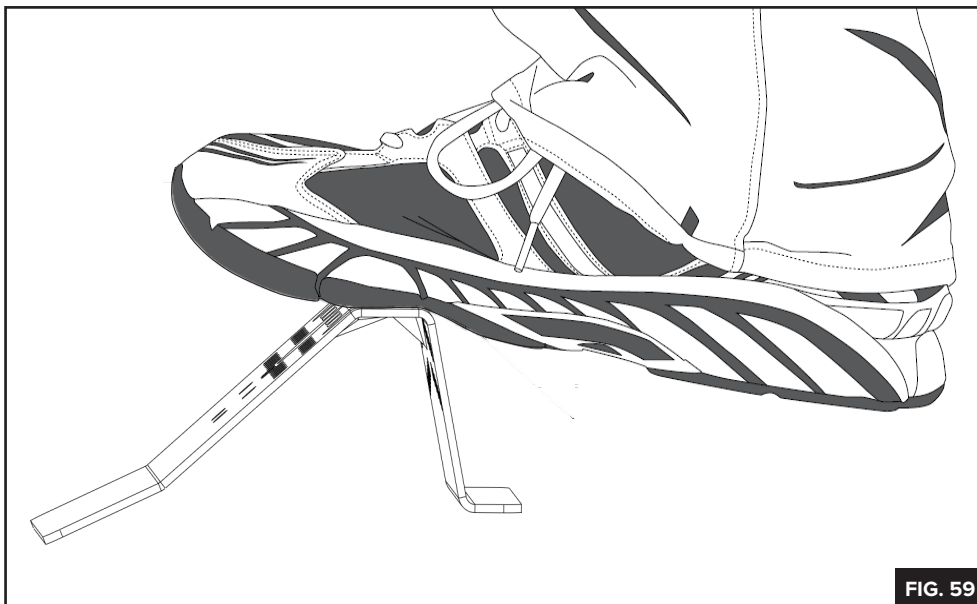

FIG. 59
2. Appuyez ensuite avec le pied en appliquant suffisamment de force pour qu'elle retrouve sa forme initiale. **NE PAS** appuyer trop fort afin d'éviter une surcorrection de la plaque de combustion qui, dès lors, ne pourrait plus dans la chambre de combustion (**FIG. 59**).